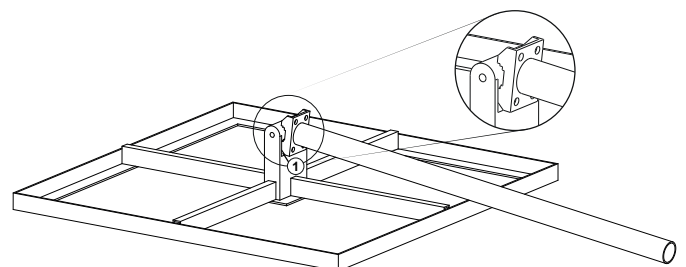

Abb. 2: Mast einsetzen
3. Mast seitlich auf den Zylinder in der Rahmenmitte (① in Abb. 2) aufsetzen.